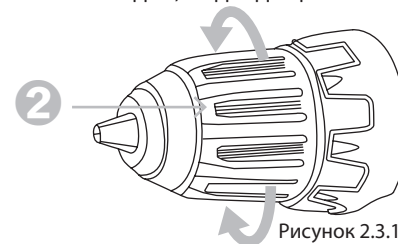

Рисунок 2.3.1. Установка оснастки
① Поверните втулку патрона «2» (рисунок 2.3.1.) против часовой стрелки для открытия зажимных кулачков настолько, чтобы можно было вставить оснастку.
② Вставьте оснастку в патрон «2» как можно глубже.
③ Поверните втулку по часовой стрелке для затяжки патрона.
④ Для снятия биты, поверните втулку «2» против часовой стрелки.